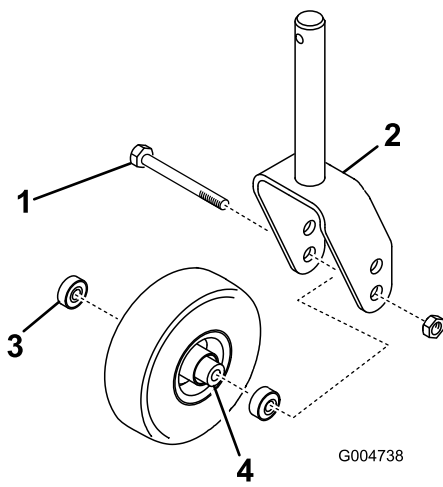
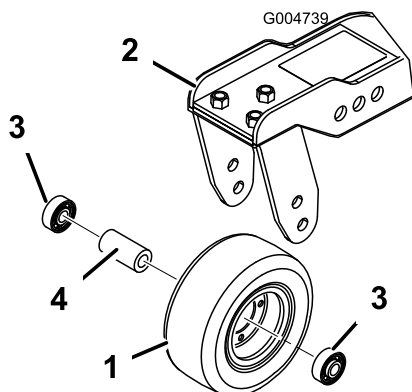

Bild 79
Bild 80
1. Entfernen Sie die Sicherungsmutter von der Schraube, mit denen das Lauf rad in der Mitte der Lauf radgabel (Bild 79) oder am Lauf radgelenkarm (Bild 80) befestigt ist. Halten Sie das Lauf rad fest und schieben die Schraube aus der Gabel oder vom Gelenkarm ab.
2. Entfernen Sie das Lager aus der Radnabe und lassen das Lagerdistanzstück herausfallen (Bild 79 und Bild 80). Entfernen Sie das Lager aus der gegenüberliegenden Seite der Radnabe.